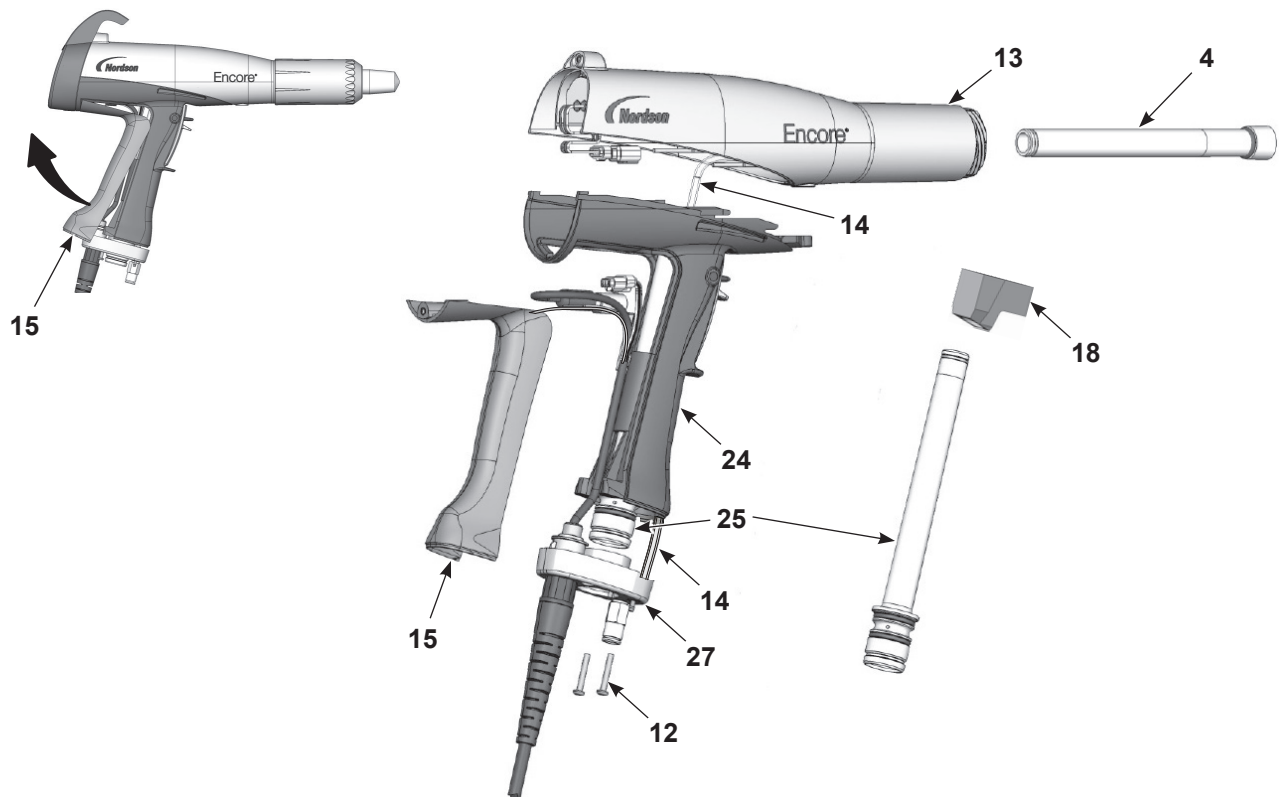

Figura 6-4 Sustitución de la ruta de polvo
1. Ver la Figura 6-4. Retirar el codo (18) del tubo de entrada (25).
2. Extraer los dos tornillos M3 x 20 (12) de la base de la empuñadura (27). Separar la base de la empuñadura, doblar hacia arriba la parte inferior del acolchado (15) y fuera de la empuñadura, posteriormente extraerlo. Dejar el cable de tierra conectado al acolchado.
3. Empujar hacia arriba el tubo de entrada (25) y fuera de la base, después desplazar la base fuera de la trayectoria y sacar el tubo de entrada de la empuñadura.
4. Empujar el tubo de salida (4) hacia fuera del cuerpo de la pistola (13).
1. Ver la Figura 6-4. Instalar el tubo de salida (4) en el cuerpo de la pistola (13), con el extremo del tubo alineado con el extremo de la pistola.
2. Instalar el tubo de entrada (25) en la empuñadura (24), después instalar el extremo del tubo en la base de la empuñadura (27).
3. Empujar la base de la empuñadura hasta cerca de la empuñadura, después enganchar el extremo superior del acolchado (15) en el cuerpo y girarlo a la empuñadura. Asegurarse de que los cables no estén enganchados ni queden atrapados durante el montaje.
4. Instalar la base en la empuñadura y en el acolchado, y fijarla con los dos tornillos M3 x 20 (12).